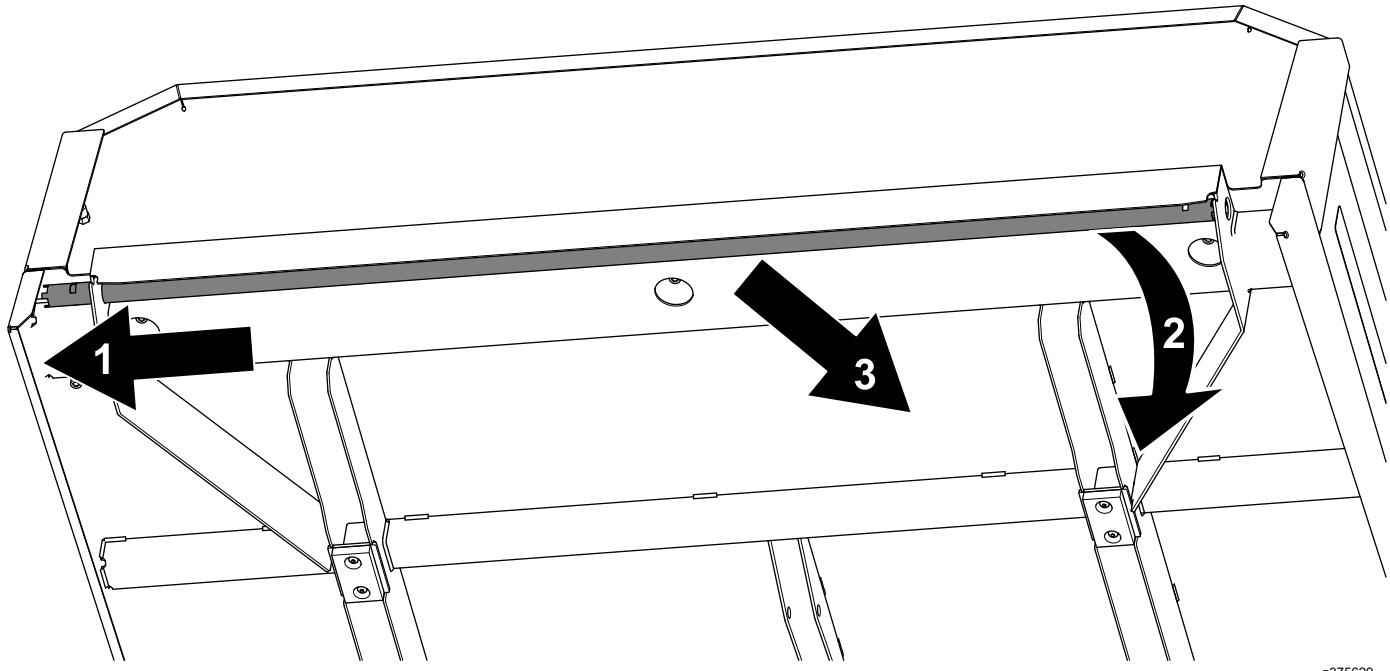

Figura 11
5. Deslizando o tubo do trinco para o meio da máquina, quando um dos lados do tubo cair, puxe o tubo na sua direção (Figura 11).